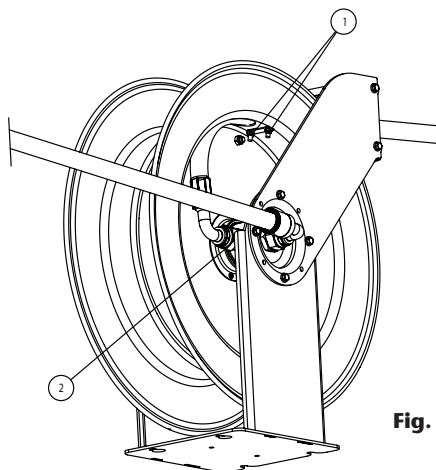

Fig. 4
2. Raccorder le nouveau flexible à la rotule (2) – (Fig. 4) et fixer les boulons en U (1) – (Fig. 4) de façon à ce qu'ils soutiennent le flexible contre le tambour. Il est désormais possible de raccorder le flexible en faisant tourner manuellement le tambour.
2. Retirez les boulons en U en desserrant leurs écrous (1) et débranchez le flexible de la rotule pivotante (2) (Fig. 4).